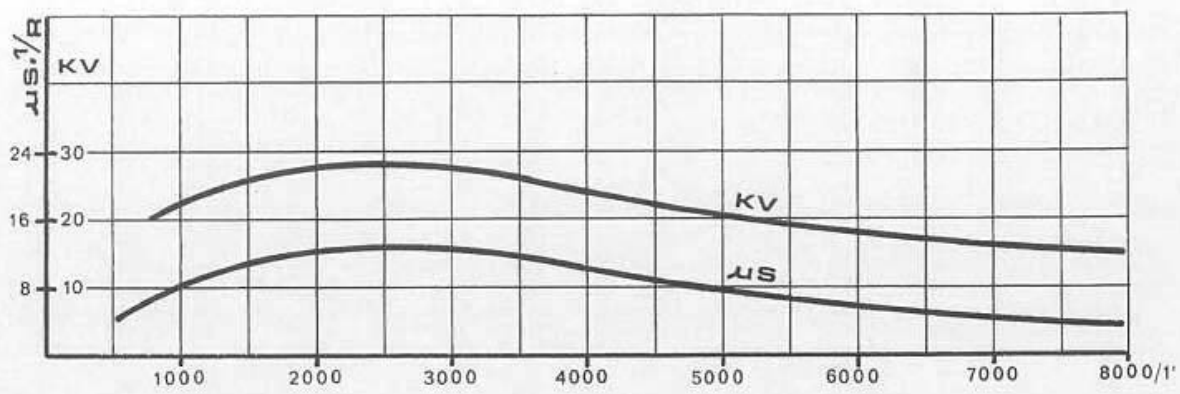
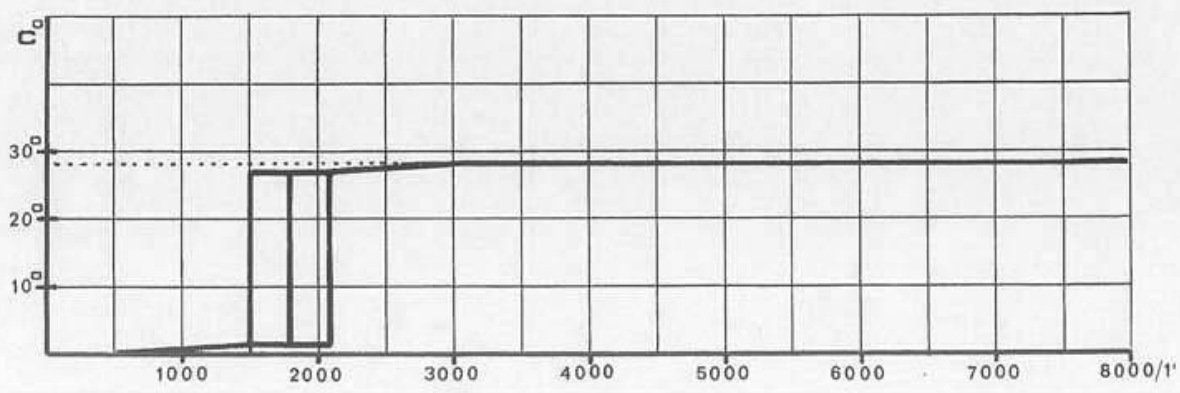

Fig. 123
Fig. 124
**Tensione di picco all'uscita del trasduttore e potenza di scintilla** (vedi grafico a fig. 123).
**Anticipo** (vedi grafico a fig. 124).
**peak voltage at transducer outlet and sparking power** (see diagram fig. 123); **advance** (see diagram fig. 124).